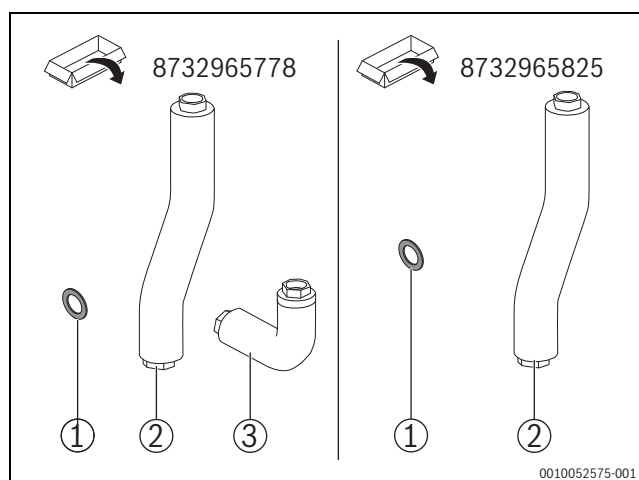

Fig. 3 Assemblages de la tuyauterie en option
L'assemblage de la tuyauterie HF-Set HYC40B comme composant hydraulique central permet, en liaison avec d'autres assemblages de tuyauterie optionnels (→ fig. 3), le raccordement d'une unité extérieure de pompe à chaleur à un générateur de chaleur au sol conventionnel. Lors de l'installation d'un ballon d'eau chaude sanitaire, différentes variantes d'installation (A/B/C) sont possibles.
- Assemblage de la tuyauterie pour le raccordement des sets du circuit de chauffage (→Fig. 3, [1 – 3]).